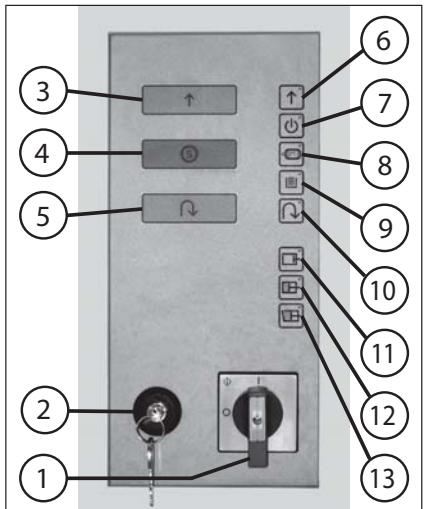

Abb. 6
Vor dem Öffnen der Maschine ist die Maschine am Hauptschalter (1) (Abb. 6) auszuschalten und der Netzstecker zu ziehen.